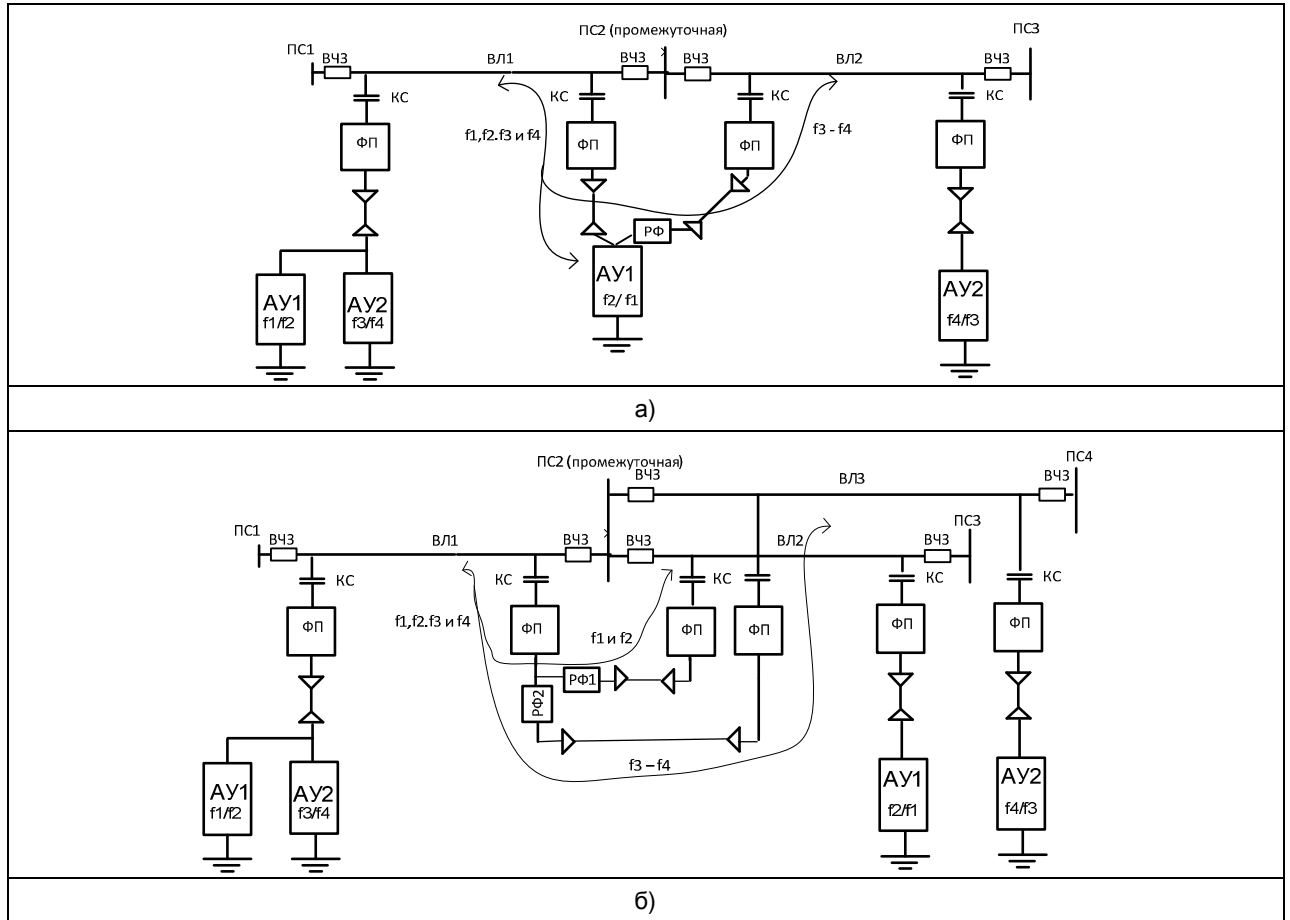

Рис.5.3 Схемы включения РФ на промежуточной ПС с обходом:
На ПС с ВЧ обходом РФ используются при организации каналов с ВЧ обходом промежуточной ПС в схемах, показанных на рис.5.3. При этом, на промежуточной ПС2, на которой организуется обход:
- кроме обхода, организованного для «сквозного» канала ПС1- ПС3, включена оконечная аппаратура АУ1 канала ПС1- ПС2 (рис.5.3,а);
- осуществляется обход на два направления – в сторону ПС3 для канала на аппаратуре АУ1 ПС1- ПС3 и на аппаратуре АУ2 – в сторону ПС4 для канала ПС1-ПС4 (рис.5.3,б).
Так, на рис.5.3,а РФ может быть выполнен в виде фильтра нижних частот с частотой среза  $f_0$ , удовлетворяющей неравенству:
На рис.5.3,б РФ1 может быть выполнен в виде фильтра верхних частот с частотой среза  $f_0$ ,
#### РФ, устанавливаемые на ПС с обходом (рис.5.3).
При проверке РФ в реальных условиях существующей схемы рис.5.3,а или б, вносимое затухание РФ определяют по результатам измерения рабочего затухания ВЧ тракта: